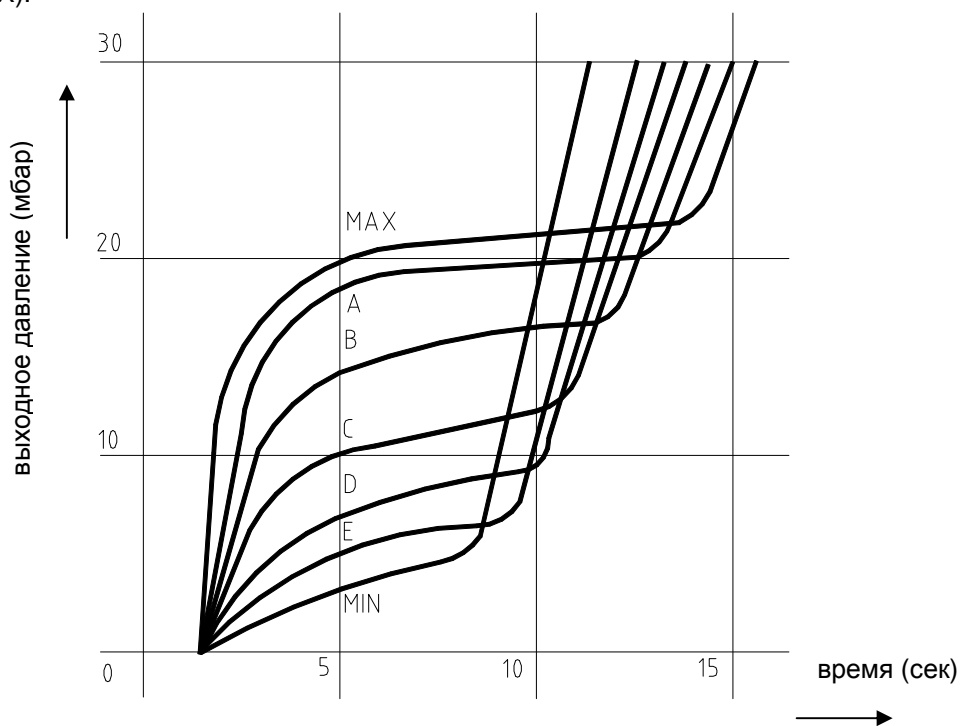

Рис. 27 Характеристики открывания главного клапана
В заводе клапан Honeywell VK 4100Q 2003 установлен на медленный набег (рис. 27 - кривая MIN). В случае необходимости изменить характеристики открывания можно провести наладку по следующим пунктам и рис. 27.
3. Если стрелка повернута против направления протекания газа набег самый медленный (рис. 27 – кривая MIN).
4. Если стрелка повернута в направлении протекания газа набег самый быстрый (рис. 27 - кривая MAX).